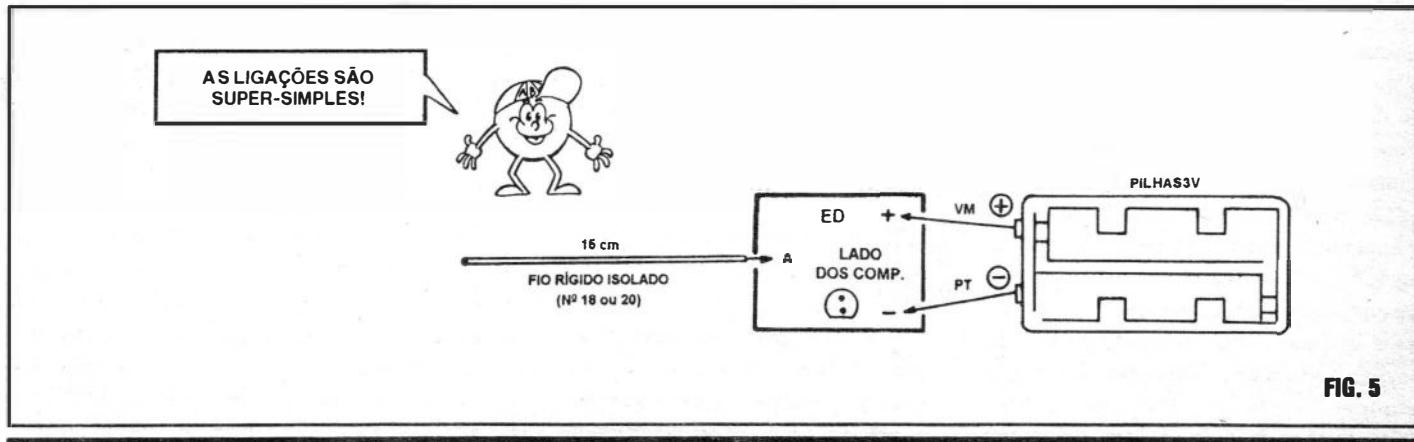

FIG. 5
- **FIG. 5 - “CONEXÕES EXTERNAS À PLACA** - Também super-simples (como o próprio circuito...), basta aproveitar as ilhas periféricas já mencionadas no item anterior, e referenciar as ligações pela ilustração (que ainda mostra a plaquinha pelo lado não cobreado...). Observar a polaridade da alimentação, sempre com o fio vermelho do suporte de pilhas correspondendo ao **positivo** e o fio preto ao **negativo**. Quanto à “antena”, o pedaço de fio rígido isolado pode ser, numa das suas extremidades, ligado diretamente à placa, bastando para isso “desencapar” cerca de 1 cm. (remover o isolamento) na referida ponta do condutor. Como o circuito é (propositadamente) **muito** sensível, mas ainda se recomenda a velha “ladinha”: manter toda a fiação (no caso apenas os cabos que vão ao suporte de pilhas)tão curta quanto possível, sem “penduricalhos”...
(em termos energéticos...) “insistam” em dotar o circuito de um interruptor geral... Pode colocá-lo, se quiserem, intercalando-o no fio do **positivo** (vermelho) da alimentação (rever fig. 5).